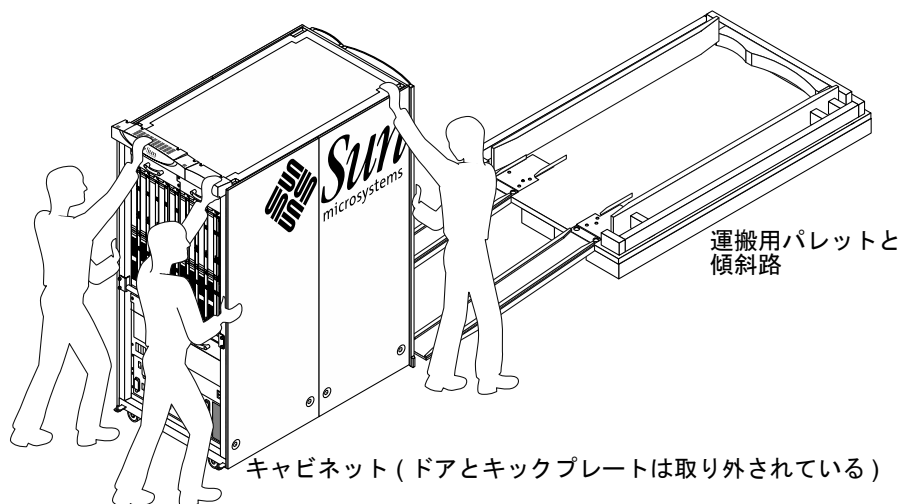

図 4-3 パレットデッキに取り付けられた傾斜路
3. 2つの傾斜路の前縁にキャビネットのキャスタを合わせます (図 4-3)。